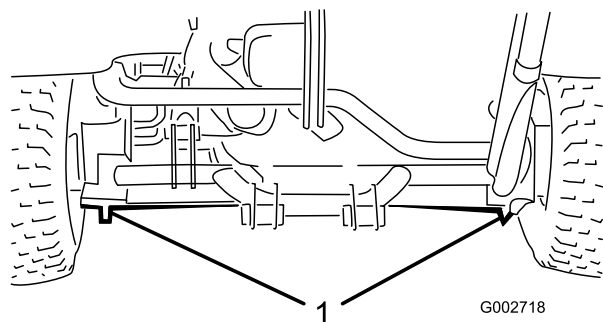

Figura 17
- În partea stângă sau în partea dreaptă - sub motorul roii spate sau sub cadru (Figura 17).